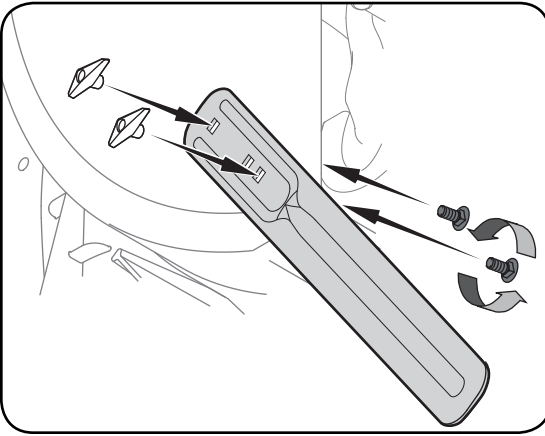

Figure 3-9
- Positionnez les barres de coupe pour qu'elles font face à l'avant comme illustré à la Figure 3-9.